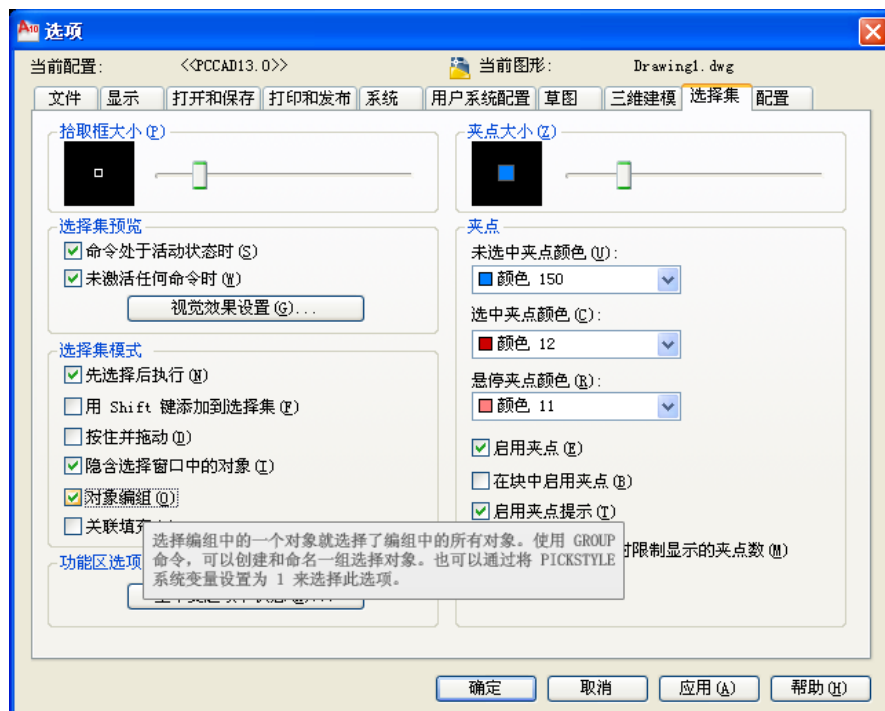

图 10-9
- 2、应用了(尺寸)文字消隐(遮挡)功能的文本,在旋转、移动位置后仍然保持对背景图形的遮挡效果,但必须是在“对象编组”打开情况下,如图 10-9。